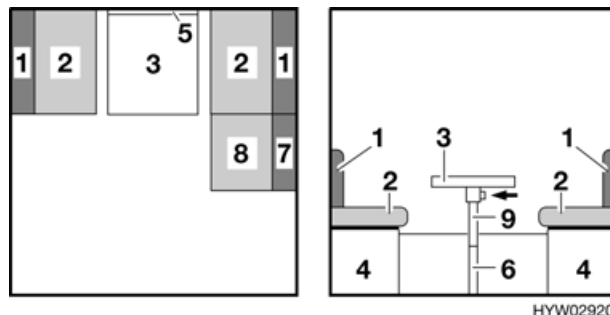
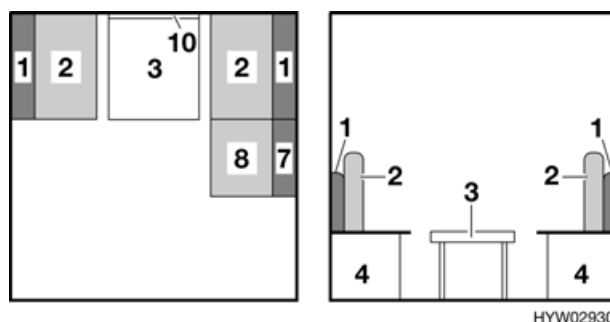

Bild 52 Vor dem Umbau
Bild 53 Während des Umbaus
- Die Sitzpolster (Bild 52,2) aufrecht stellen.
- Tischplatte (Bild 52,3) vorne leicht anheben.
- Aus Tischfuß Steckfuß (Bild 52,6) nach unten herausziehen und beiseite legen.
- Tischfuß (Bild 52,9) aus Arretierung lösen und nach oben an die Tischunterseite klappen.
- Tischplatte (Bild 53,3) um ca. 45° anheben, aus der oberen Halteschiene (Bild 52,5) heben und im 45°-Winkel halten.
- Tischplatte im 45°-Winkel in untere Halteschiene (Bild 53,10) einhängen und mit den Stützen auf dem Boden abstellen.